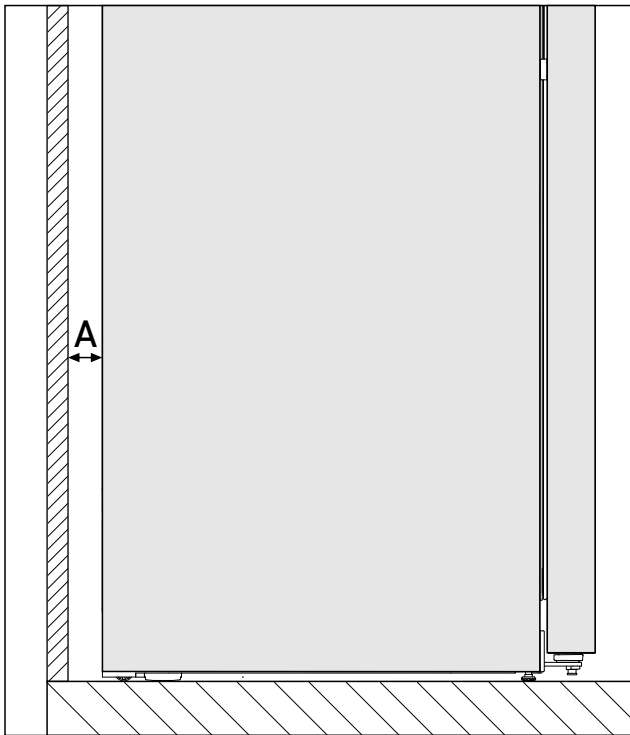

Fig. 3 *
Der Energieverbrauch wurde mit einem Wandabstand Fig. 3 (A) zwischen Geräterückseite und Wand ermittelt. Wenn der Wandabstand weniger als Fig. 3 (A) beträgt, hat dies keinen Einfluss auf die Funktionsfähigkeit des Geräts, allerdings erhöht sich bei geringerem Wandabstand der Energieverbrauch geringfügig.*